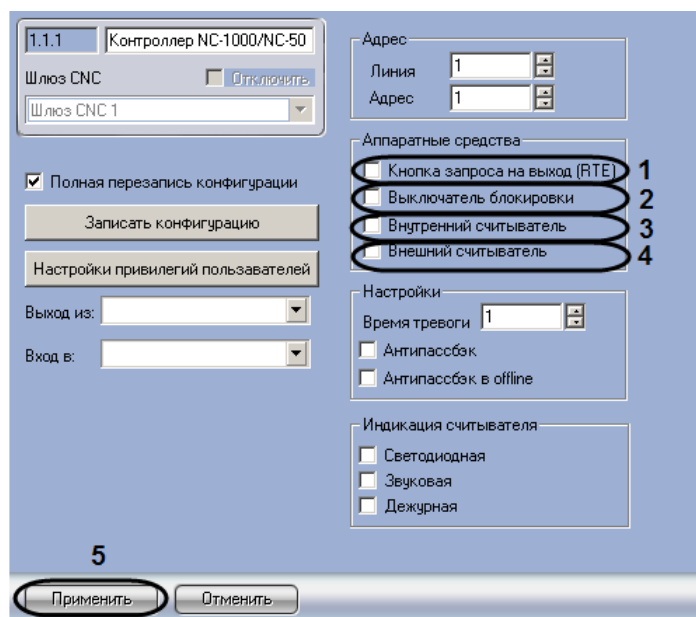

Рис. 3.4—3 Активация аппаратных средств, подключенных к контроллеру
1. Перейти на панель настроек объекта **Контроллер NC-1000/NC-5000**, соответствующего требуемому контроллеру (Рис. 3.4—3).
2. Чтобы активировать кнопку запроса на выход, установить флажок **Кнопка запроса на выход (RTE)** (см. Рис. 3.4—3, 1).
3. Чтобы активировать выключатель блокировки, установить флажок **Выключатель блокировки** (см. Рис. 3.4—3, 2).